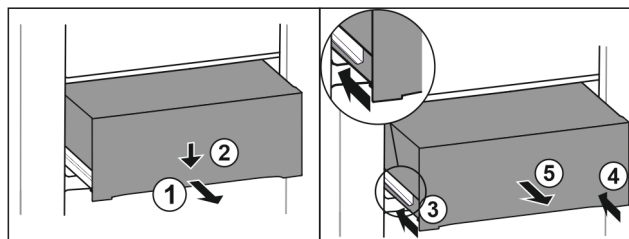

Fig. 203
- ▶ 将抽屉拉出一半。 Fig. 203 (1)
- ▶ 朝下按压正面的抽屉。 Fig. 203 (2)
- ▶ 将左侧轨道推入大约 2 cm。 Fig. 203 (3)
- ▶ 将右侧轨道推入大约 2 cm。 Fig. 203 (4)
▶ 朝前取出抽屉。 Fig. 203 (5)